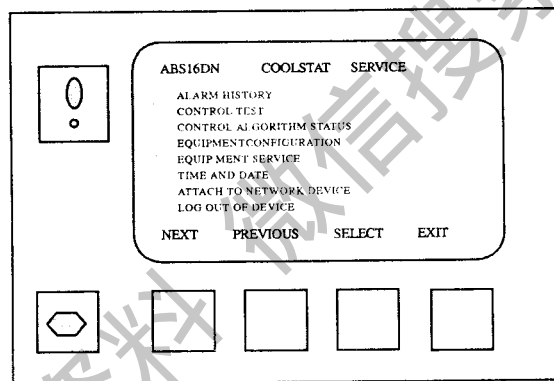

Fig.3-2 ICVC 服务菜单显示屏幕
②如果当前不处于标准模式显示，那么 ICVC 的右上角会显示当前屏幕显示内容的名字。（图 3-2）
③通过设置屏幕，我们可以将 ICVC 设置成中文或其它语言显示。
④本地操作：按下机组上 **本地** 键后，PIC 就处于本地控制模式中了，此时机组只接受从 ICVC 得到的指令。PIC 会适用本地的时间表来决定机组的启停时间。
⑤CCN 操作：通过按 **CCN** 键，PIC 就处于 CCN 操作模式下，此时，机组接受所有通过 CCN 接口或模块接收到的修改，比如说 ICVC，PIC 会适用 CCN 时间表来决定机组启停。